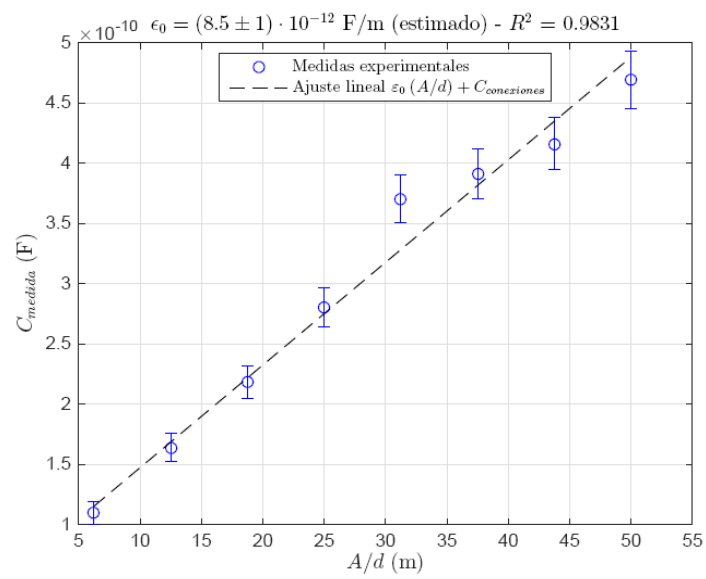

Fig. 4
b) Cuando presente los resultados obtenidos, no se olvide de incluir el gráfico de  $C_{medida}$  vs  $A'/d$ , como se muestra en la Fig. 4. Utilice el software de análisis de datos que prefiera y/o mejor maneje. El factor de calidad  $R^2$  del ajuste le dirá qué tan buena es su aproximación lineal a los datos (inclúyalo en el informe).